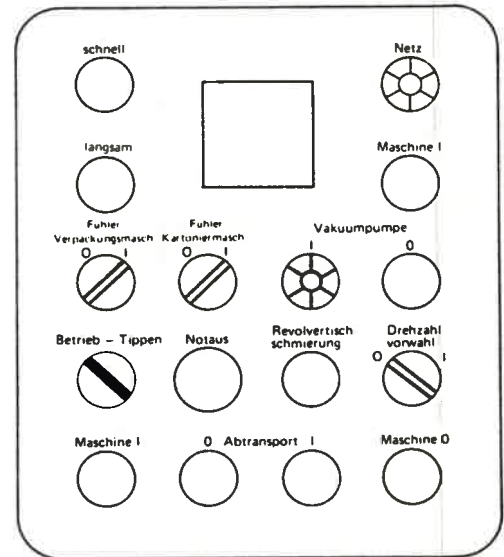

Bild 180
12. Wahlschalter „Betrieb-Tippen“ (Bild 180)